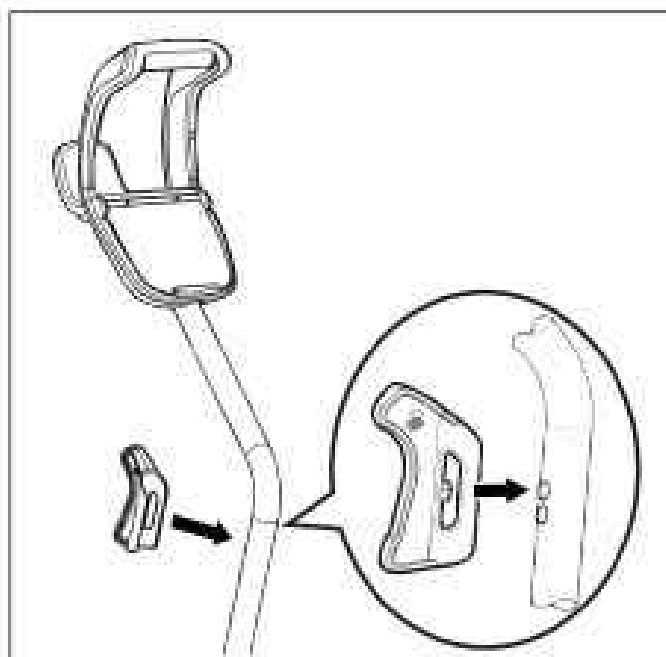

Figura 7. Coloque el gancho del limpiador a presión
8. Alinee las clavijas del gancho del limpiador con los orificios en la parte superior del tubo y presione para colocar en posición (Figura 7).